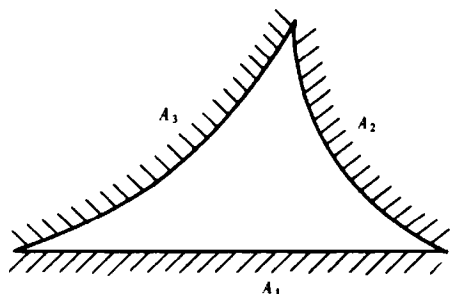

图 10-3 三个非凹面组成的封闭空间
1. 对于三个非凹面组成的封闭空间如图 10-3，在垂直纸面方向足够长，可忽略端部辐